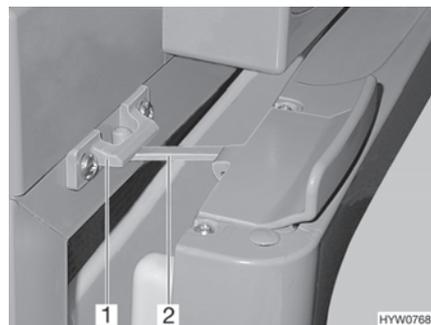

Fig. 125 Porte du réfrigérateur en position de ventilation (Thetford)
■ Ouvrir le verrouillage (Fig. 125,2) et l'enclencher dans le logement de verrouillage (Fig. 125,1). La porte du réfrigérateur reste ainsi légèrement ouverte.